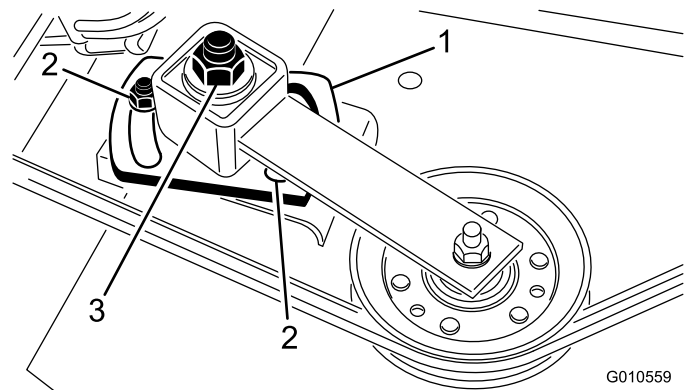

Bild 30
5. Ziehen Sie die Einstellmutter der Spannscheibe mit einem Sechskantschlüssel oder Drehmomentschlüssel auf 47 bis 54 Nm an (Bild 30).